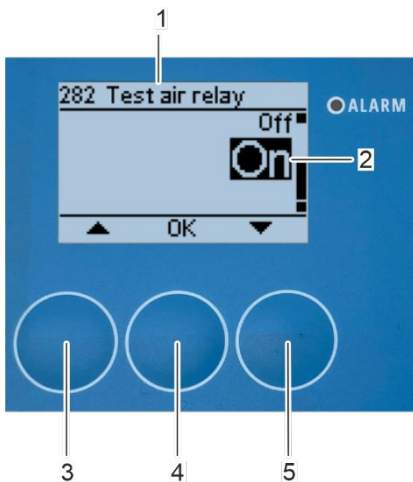

Abbildung 145: Schalten Sie das Druckluftrelais an
⇒ Das Untermenü „282 Test des Luftrelais“ erscheint auf dem Bildschirm (Abbildung 145/1).
3. Wählen Sie das „An“ (Abbildung 145/2) mit den Pfeiltasten [nach oben] (Abbildung 145/3) und [nach unten] (Abbildung 145/5).
4. Bestätigen Sie die Auswahl mit [OK] (Abbildung 145/4).